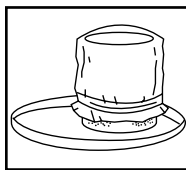

FIGURE 6
14. Faites glisser la bague de montage sur le filtre jusqu'à ce qu'elle soit placée contre les nervures du support de couvercle **FIGURE 6.** N'utilisez jamais le manchon en mousse sans filtre sec réutilisable pour le ramassage de déchets secs.